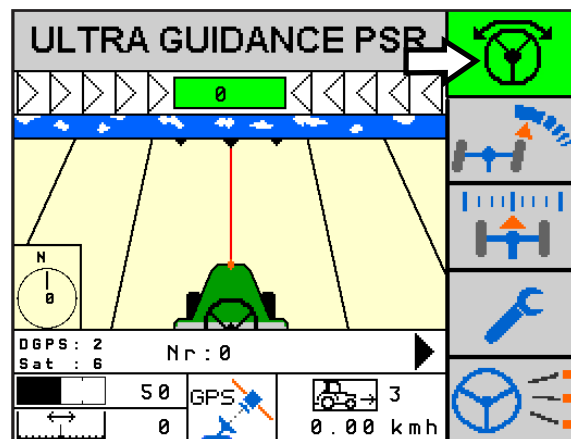

Abb. 24: Lenkung aktiviert – Aktivierungstaste grün
- Drücken der Aktivierungstaste in der PSR-Maske (siehe Abb. 24);